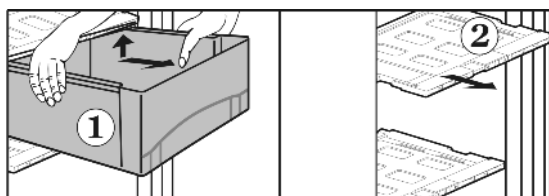

Fig. 14
► Zásuvky Fig. 14 (1) vytáhněte ven až na doraz.
► Víko zásuvky Fig. 14 (2) s regulátorem vlhkosti u vyjmuté zásuvky vyklesnete nahoru a vytáhněte dopředu.